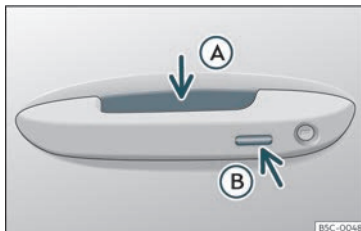

Fig. 73 Maniglia della porta: superfici sensibili
» fig. 73
- Impugnare la maniglia di una delle porte anteriori. Facendolo si tocca la superficie sensibile»» fig. 73 A (freccia) della maniglia e si sblocca il veicolo.
- Toccare *una volta* la superficie sensibile di blocco»» fig. 73 B (freccia) della maniglia di una delle porte anteriori. La porta della maniglia azionata dovrà essere chiusa.
- Toccare *una volta* la superficie sensibile»» fig. 73 B (freccia) della maniglia di una
- Toccare *due volte* la superficie sensibile »» **fig. 73**  (freccia) della maniglia di una delle porte anteriori per bloccare il veicolo senza attivare il sistema di sicurezza "Safe" »» pag. 102.
- Premere il pulsante di chiusura  del telecomando e, entro i 5 secondi successivi, toccare una volta la superficie sensibile di blocco della maniglia della porta del conducente »» **fig. 73** . Non afferrare la maniglia della porta, altrimenti il veicolo non si bloccherà. È inoltre possibile effettuare la disattivazione se il veicolo viene bloccato tramite la serratura della porta anteriore lato guida.
Per chiudere con la funzione comfort tutti i finestrini elettrici e il tettuccio di vetro, mantenere un dito per alcuni secondi sulla superficie sensibile di blocco»» fig. 73 B (freccia) della maniglia della porta finché non si saranno chiusi i finestrini e il tettuccio.
Le superfici sensibili delle maniglie delle porte potrebbero essere attivate da un getto d'acqua o vapore a forte pressione nel caso in cui vicino al veicolo vi sia una chiave valida. Se almeno uno dei finestrini dotati di alzacristalli elettrico è aperto e si attiva in modo permanente la superficie sensibile »» fig. 73 B (freccia) di una delle maniglie, si chiuderanno tutti i finestrini.
- **OPPURE:** toccare *due volte* la superficie sensibile situata sulla parte esterna della maniglia della porta >>> **fig. 73** .